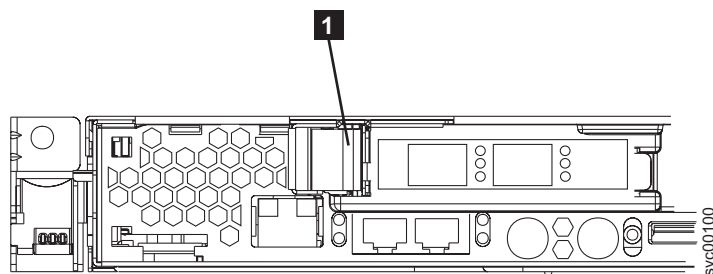

図 148. SAN ボリューム・コントローラー 2145-8F2 または SAN ボリューム・コントローラー 2145-8F4 PCI スロット 1 カード・リテーナー
1. ファイバー・チャンネル・カードをスロット 1 に取り付けます (図 148 を参照)。